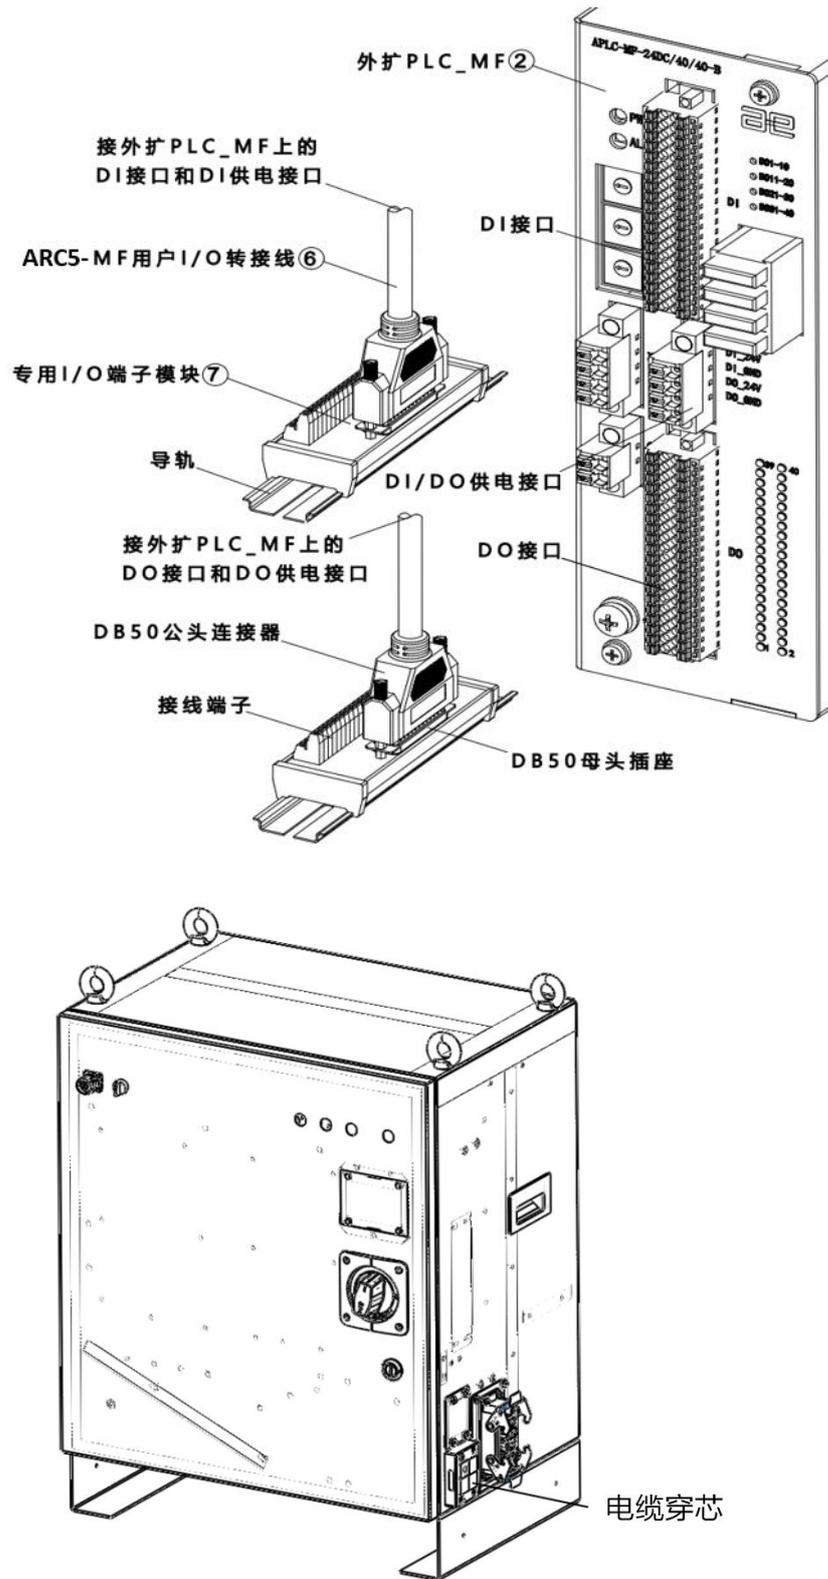

图 20-5 连接用户 I/O 端子示意图
步骤4. 将两根 ⑥ ARC5-MF 用户 IO 转接线的一端分别接在 ② 外扩 PLC_MF 上的 DI 接口和 DO 接口上，另一端接在 ⑦ 用户 MF I/O 端子模块上，参考图 20-5。2 根 ARC5-MF 用户 IO 转接线通过控制柜右侧电缆穿芯接出柜体，PLC_MF 波特率设置参考表 19-14。